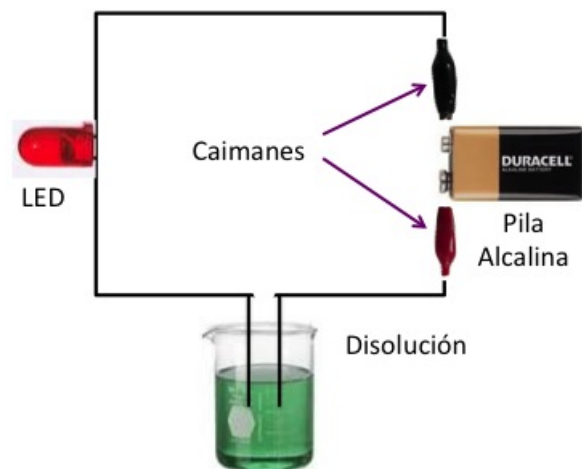

Figura 1.1: Circuito.
5. **Conductividad eléctrica:** Coloca en un vaso de precipitados de 250 mL, 150 mL agua destilada. Mide con el indicador de corriente que hiciste si hay o no transporte de energía eléctrica. Añade la punta de la espátula de azúcar y mide con el indicador de corriente. Indica si hay o no conductividad en la disolución (figura 1.1). Prepara una disolución de agua destilada con nitrato de potasio, realiza los mismos pasos que para la disolución anterior y observa.